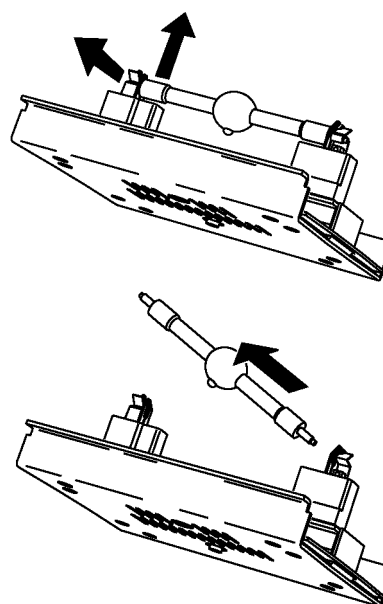

Figure 5 : retrait de la lampe
- 3 Détendez le ressort de l'extrémité gauche et dégagez ce côté de la lampe. Retirez ensuite l'autre extrémité de la lampe comme sur la figure 5.